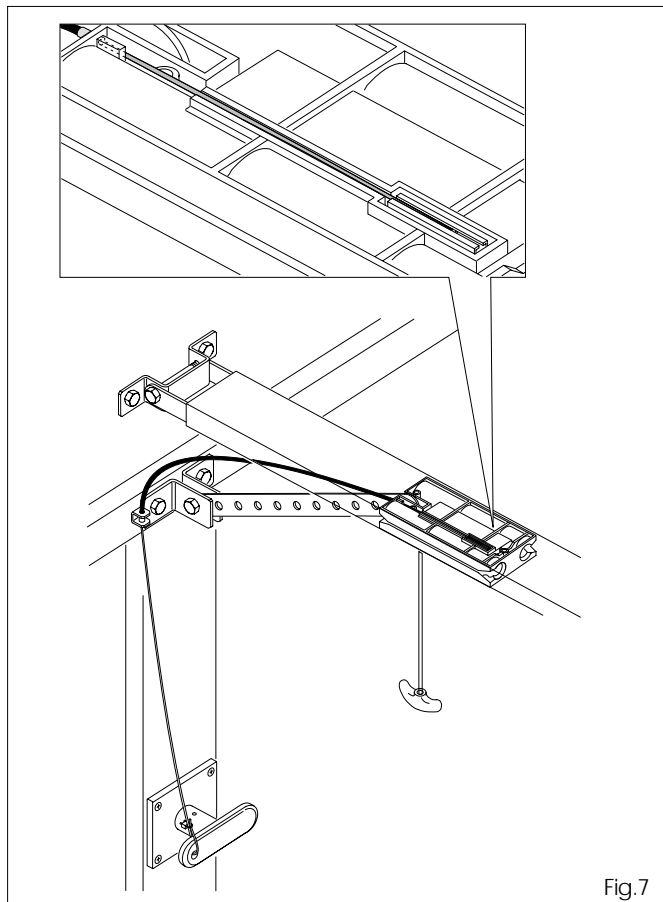

Fig.7
5.1 Si l'utilisation du débloqué externe (en option) est prévue, extraire le chariot de la glissière, insérer le câble dans son logement qui se trouve sur le chariot, comme illustré par la figure 7.